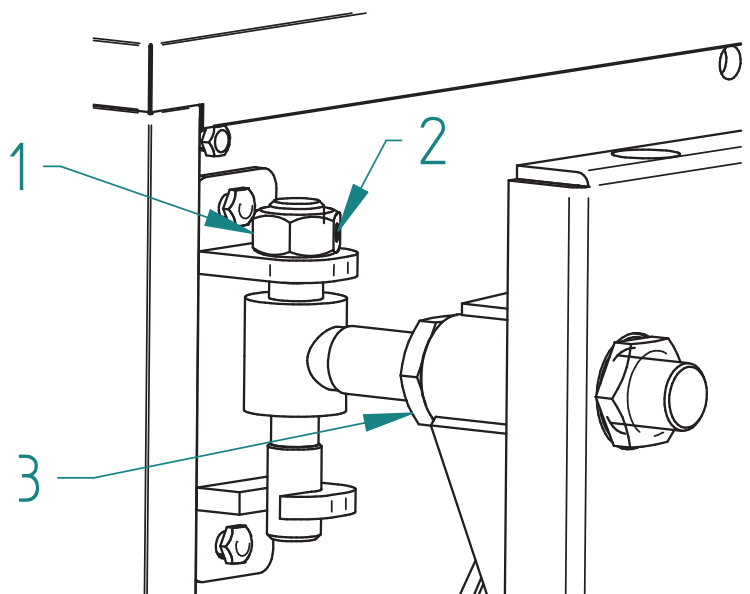

Fig. 10
- Le réglage en hauteur de la porte s'effectue au moyen de l'écrou (rep. 1) ; après le réglage, bloquer les goujons (rep. 2 - Fig. 10).
- Le réglage longitudinal s'effectue au moyen de la vis rep. 3 - Fig. 10.